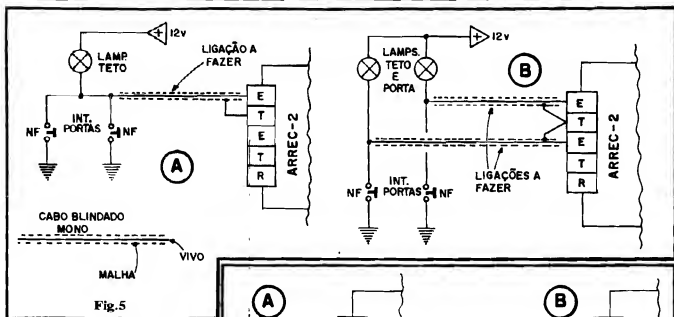

Fig. 5
- FIG. 5 - INSTALAÇÃO DAS "ENTRADAS DE DISPARO" - As conexões de instalação do ARREC-II são simples, porém exigem alguns cuidados... Assim, optamos por mostrá-las por etapas, de modo a mais facilmente o Leitor/Hobbysta poder "pegar" cada ponto importante... Primeiramente falando das Entradas de controle ou sensoramento, observem que há, pelo menos, **dois** métodos de ligação: no caso 5-A para os carros onde os tais interruptores de porta controlam, conjuntamente, uma única "lâmpada de teto"; já em 5-B para o caso de interruptores de porta controlando individualmente "luzes de cortesia" distintas, observem que as ligações a serem feitas - para pre-
- Se o cabo do dito botão de REARMAR tiver que ser estabelecido num percurso muito longo, passando por sobre outras fiações já existentes no sistema elétrico do veículo, podemos proteger a sua instalação contra a captação de pulsos interferentes, simplesmente efetuando-a também com um condutor blindado mono (como foi sugerido para as Entradas de disparo, na fig. 5...). No caso, observar bem as necessárias ligações à malha do dito cabo blindado, tanto a um dos terminais do push-button quanto ao terminal "T" da barra de conetores do ARREC-II...